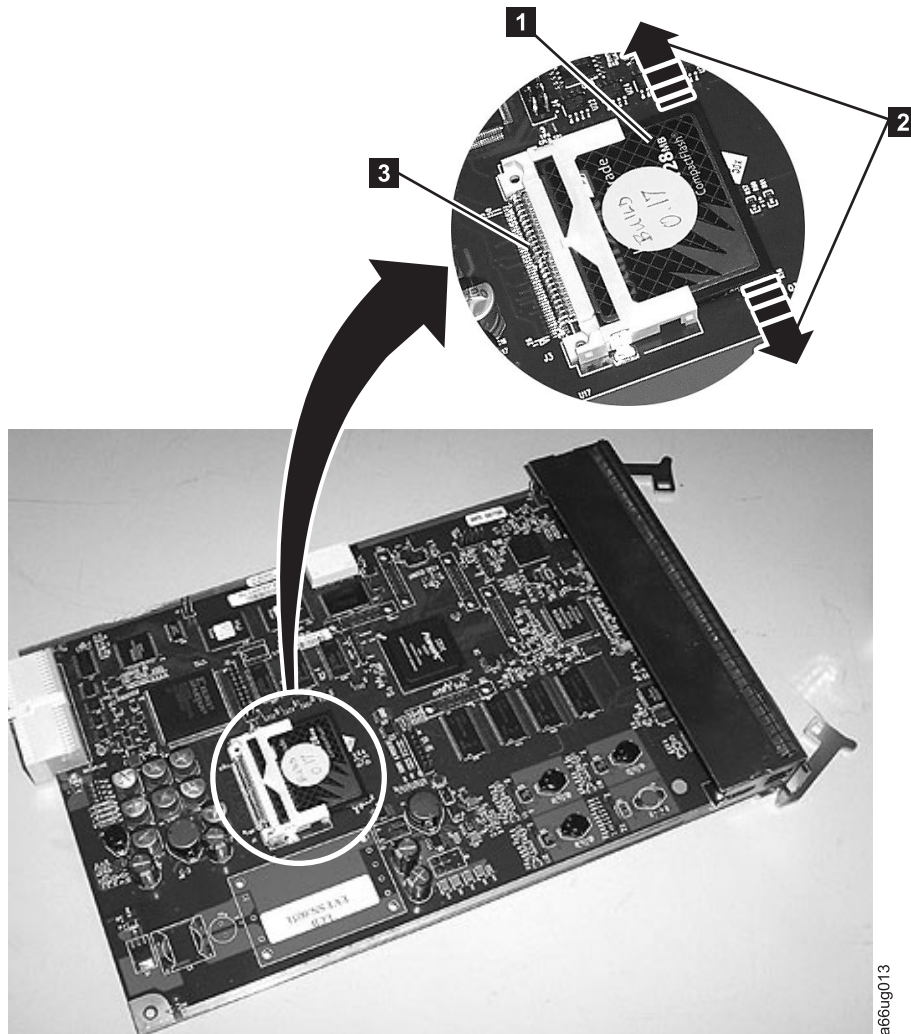

Figura 11-9. LCB com placa Compact Flash
Na Figura 11-9 na página 11-14, a área dentro do círculo branco mostra o local da placa Compact Flash no LCB. Uma vista de perto da placa Compact Flash
(consulte **1** na Figura 11-9) é mostrada na visualização detalhada da mesma ilustração.
Consulte Figura 11-9 na página 11-14 para obter esse procedimento.
2. Localize o placa da placa Compact Flash na placa do LCB (1 na Figura 11-9 na página 11-14).
3. Sem tocar nenhum outro componente da placa de firmware do LCB, segure cuidadosamente a placa Compact Flash e mexa-a utilizando um movimento gentil de um lado para outro (2 na Figura 11-9 na página 11-14) até que os pinos da placa Compact Flash se desconectem dos pinos da placa do LCB (3 na Figura 11-9 na página 11-14). Em seguida, deslize lentamente a placa Compact Flash para fora dos slots guia.
1. Localize o slot vazio para a posição da placa Compact Flash no LCB. (Consulte a área incluída no círculo branco na Figura 11-9 na página 11-14 para obter o local).
2. Transfira a placa Compact Flash para o novo LCB com a etiqueta voltada para cima, o código de barras para baixo e os pinos alinhados. Sem tocar nenhum outro componente no LCB, segure com cuidado a placa Compact Flash e deslize-a lentamente para dentro dos slots guia. Continue a empurrar a placa Compact Flash para dentro dos slots guia até que os pinos comecem a se conectar. Em seguida, com seu dedo sobre a borda do conector (**3** na Figura 11-9 na página 11-14) e seu indicador sobre a borda oposta da placa Compact Flash, aperte a placa Compact Flash até que os pinos sejam encaixados firmemente no conector (**1** na Figura 11-9 na página 11-14).